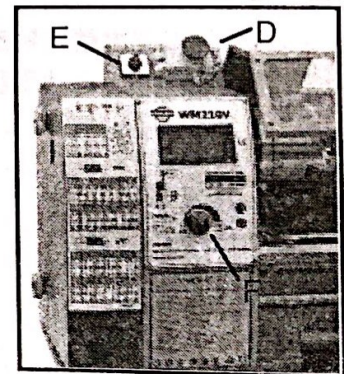

图 9
1. 急停开关 (D, 图 9)。ON/OFF 按钮: 机器启动和关闭按钮。按下 OFF 停止机器。要重新启动, 打开盖并按下 ON 按钮。
2. 转换开关 (E, 图 9)。开机后, 打开开关至 F 为逆时针旋转主轴。转动到 R 为主轴顺时针旋转。0 位置是 OFF, 主轴处于停止状态。
3. 变频调速开关 (F, 图 9)。顺时针转动开关, 主轴转速增加。接逆时针转动开关主轴转速降低。